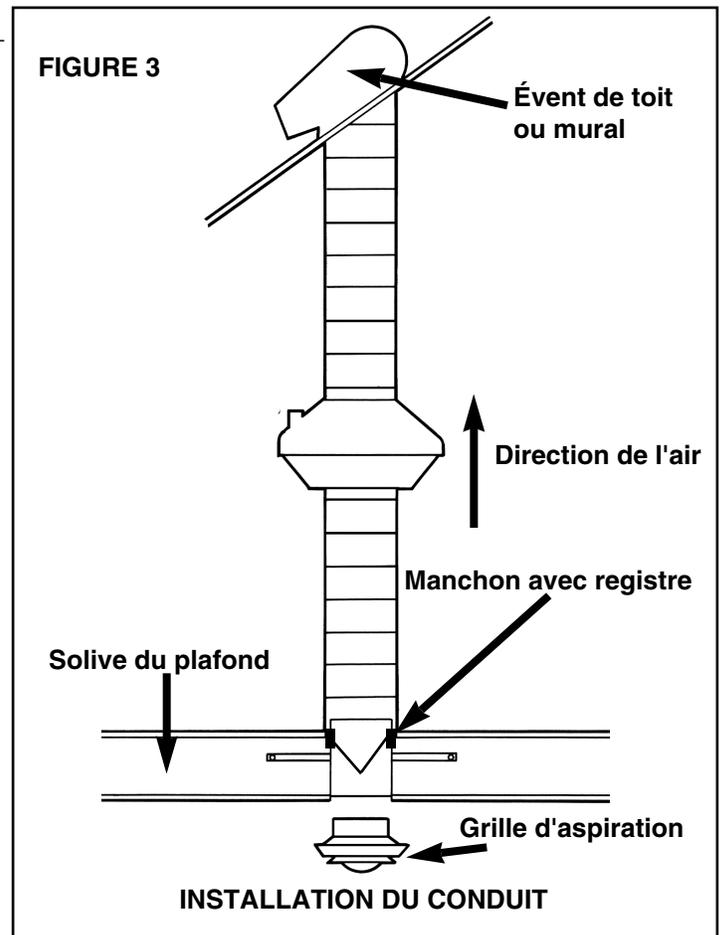

FIGURE 3
1. **Refer to Figure 3.** Attach duct to ventilator inlet and outlet using clamps, fasteners and/or duct tape. Observe the following recommendations for best results;
- 1. **Consulter la Figure 3.** Raccorder le conduit à l'entrée et à la sortie du ventilateur au moyen de collectes, de brides ou de ruban adhésif pour conduit. Pour de meilleurs résultats, suivre les recommandations ci-dessous: